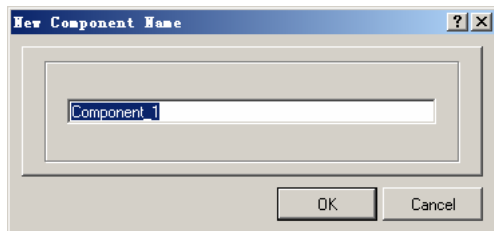

图 5.15 “New Component Name”对话框
- (1) 启动 Altium Designer, 打开 5.2.1 小节创建的元件库文件 “custom.SchLib” 文件。
- (2) 单击工作界面左侧的 “SCH Library” 选项页标签, 打开 “SCH Library” 选项卡, 单击元件列表下方的 “Add” 按钮, 打开如图 5.15 所示的 “New Component Name” 对话框。